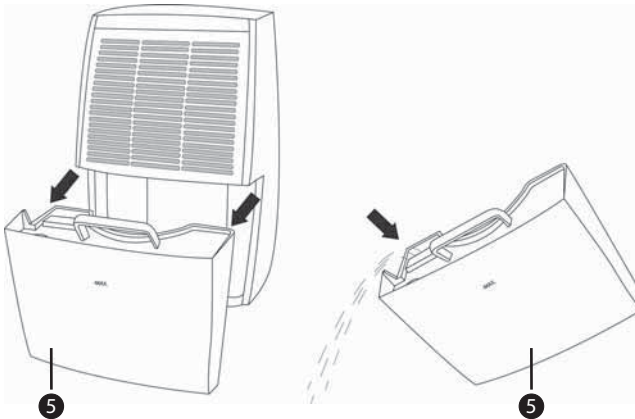

Abb. 1
- ◆ Um den Wassertank 5 zu entleeren, ziehen Sie ihn links und rechts etwas heraus und tragen ihn dann am Griff (siehe Abbildung 1).